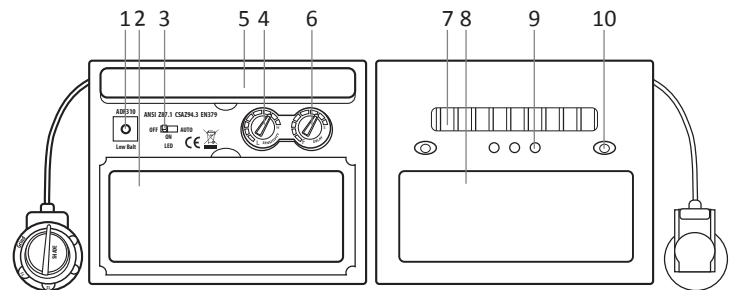

Рис. 2
2. Загальний вигляд елементів світлофільтру представлений на рис. 2.
4. Клас вихідного стану світлофільтру складає DIN 4. Регулятором 6 (рис. 2) можна налаштувати час перемикання з темного у світлий стан в діапазоні 0,2-1,0 с. в залежності від потреби.
3. Якщо маска не використовувалася протягом тривалого часу слід звернути особливу увагу на чистоту датчиків дуги (рис. 2, п. 10). При необхідності очистіть їх від пилу.
- 1) Час перемикавання у світлий стан позначає час повернення світлофільтру з темного у прозорий стан у співвідношенні зі струмами зварювання та інтенсивністю світла. Значення змінюється регулятором 6 (рис. 2).
7. Регулятор чутливості (рис. 2, п. 4).
Для ввімкнення даної функції з можливістю безперервного підсвічування пересуньте вимикач з положення OFF у положення ON (рис. 2, п. 3). У масці передбачена можливість автоматичного ввімкнення LED підсвічування при зміні зони зварювання зі світлого у темне середовище. Для цього необхідно пересунути вимикач у положення AUTO.